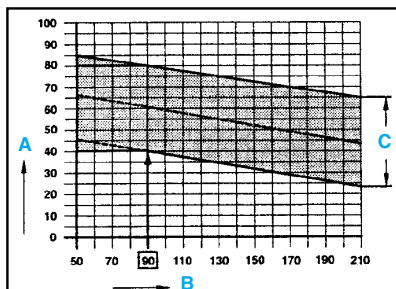

fig. Mot. 50
- Le début d'injection indiqué dans la zone 2 est fonction de la température du carburant affichée dans la zone 9 (fig. Mot. 50).